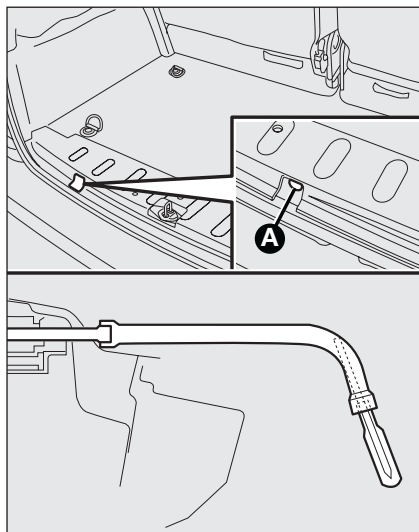

fig. 4
- prendre la clé **C-fig. 3** et, en agissant depuis l'intérieur du compartiment de chargement, dévisser le boulon de blocage du support de la roue de secours **A-fig. 4** de façon à permettre la descente de cette dernière. Pour réduire l'effort, introduire le tournevis **G-fig. 3** dans la cavité formée à l'intérieur de la clé **C**;
- soulever à nouveau la roue en revissant le boulon de blocage **A-fig. 4**;